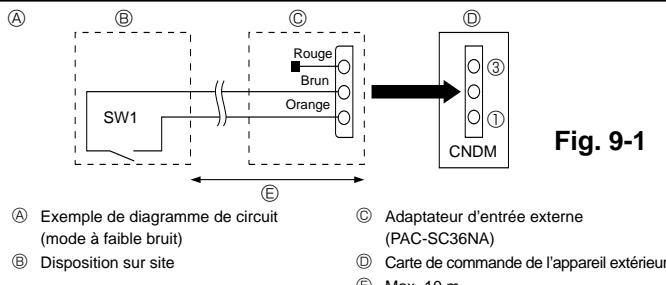

Fig. 9-1
④ Appuyer sur la touche **TEST** pendant trois secondes minimum, ou sur la touche **ON/OFF** pour annuler le (premier essai de) fonctionnement de la fonction de détection de fuites de réfrigérant.
9.1. Mode à faible bruit (modification sur site) (Fig. 9-1)